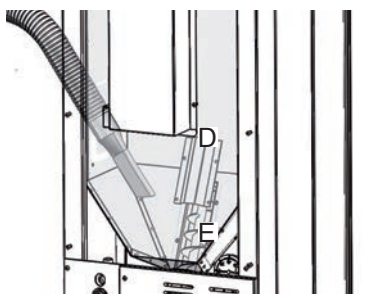

Fig. 10
- Rimuovere la piastra (D) ed aspirare i residui di polvere di pellet nella coclea (E) ed alla base del serbatoio. (Fig. 10)